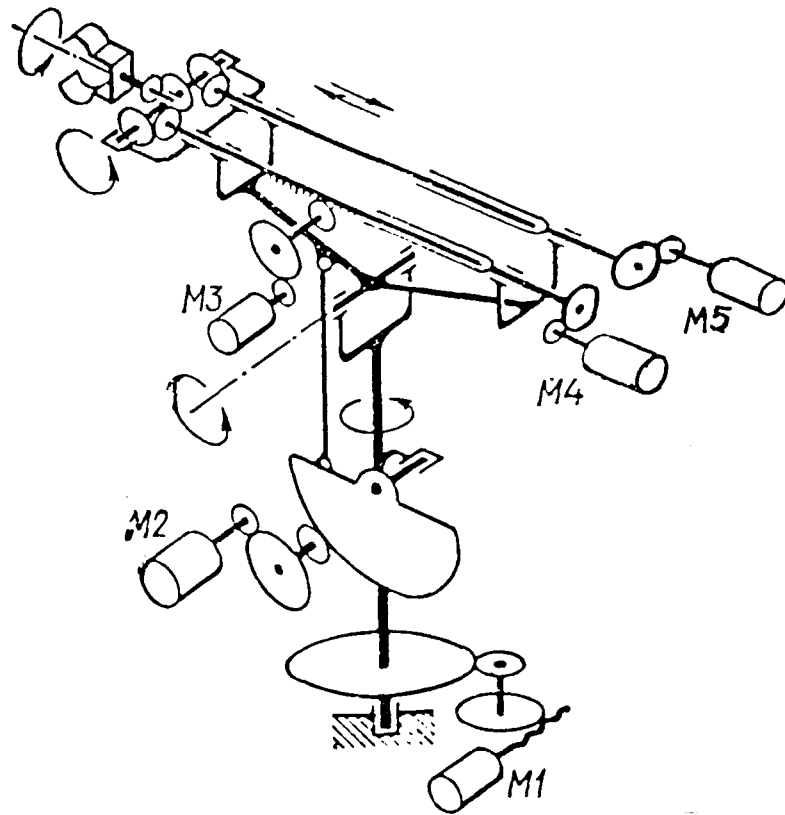

Abb. 3.8. Das kinematische Schema des Manipulators des PR 47C690
1) Das kinematische Schema des Manipulators PR 47C-690 der **sphärischen Bauart** (Abb. 3.8):